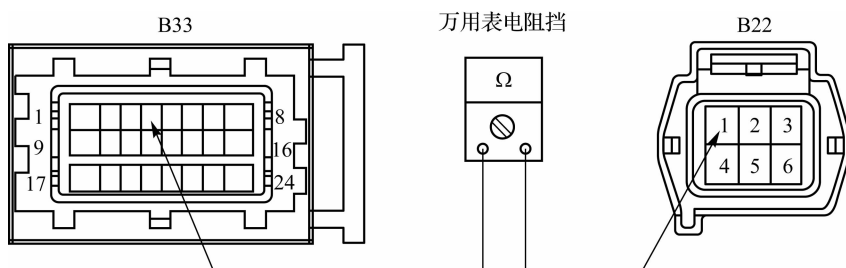

图 2-69 旋变电路的检查(励磁+)
(1) 确认点火开关置于 OFF 挡位、动力电池维修开关已拔掉。
(2) 把电机控制器低压线束连接器、电机旋变线束插头拔掉。
(3) 选择万用表电阻挡或蜂鸣挡。
(4) 如图 2-69 所示,红、黑表笔分别触接励磁线圈(+)对应的线束插头位置。
(5) 每根导线两端的阻值应小于 $0.5\ \Omega$,说明插接器接触良好、无氧化、无退针现象。